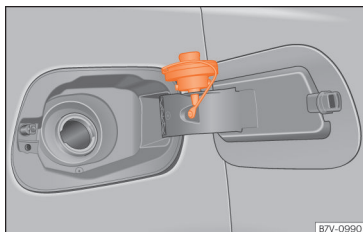

Abb. 282 Tankklappe mit aufgestecktem Tankverschluss.
- Platzieren Sie den Verschluss in der Ausparung, die sich im Scharnier der geöffneten Tankklappe befindet »» **Abb. 282**.